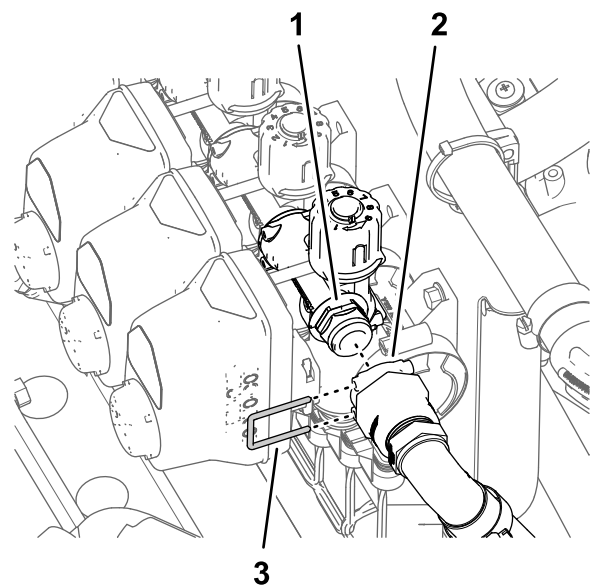

图111
2. 将旁通阀软管的快速连接接头安装到喷嘴阀 10 旁通阀的快速连接接头上图111。
3. 用卡环固定旁通软管快速断开接头和旁通阀图111。